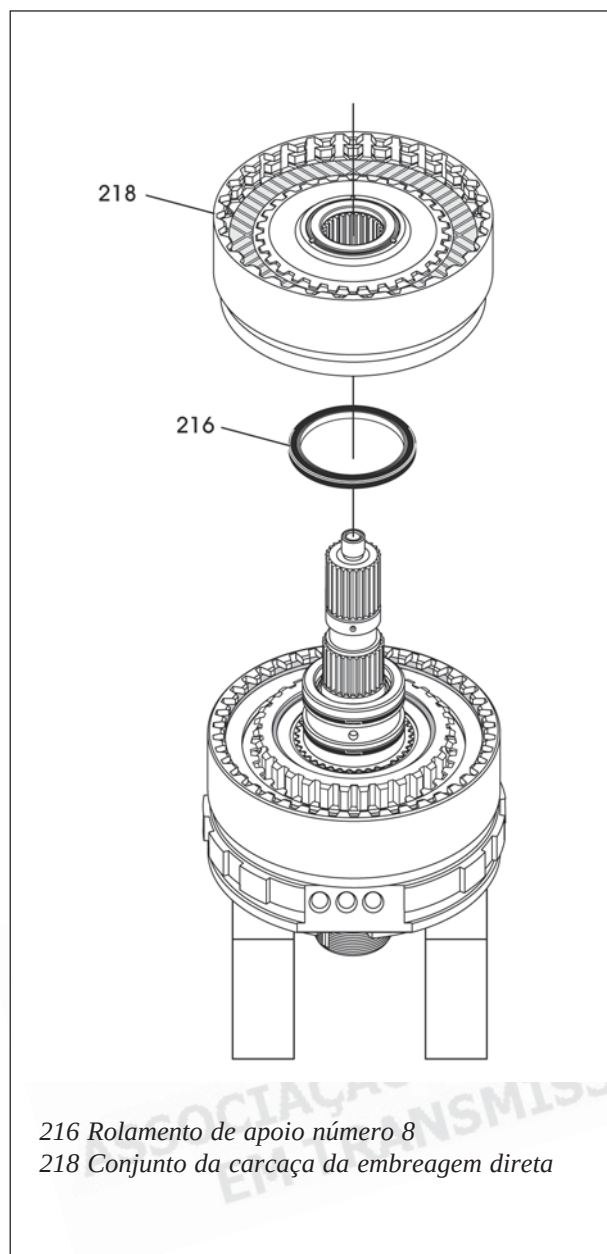

Figura 130
11. Remova o conjunto da carcaça da embreagem direta do eixo central do Underdrive, conforme mostra a figura 130, e coloque-o de lado para posterior verificação e montagem.
12. Remova o rolamento de apoio número 8, conforme mostra a figura 130.